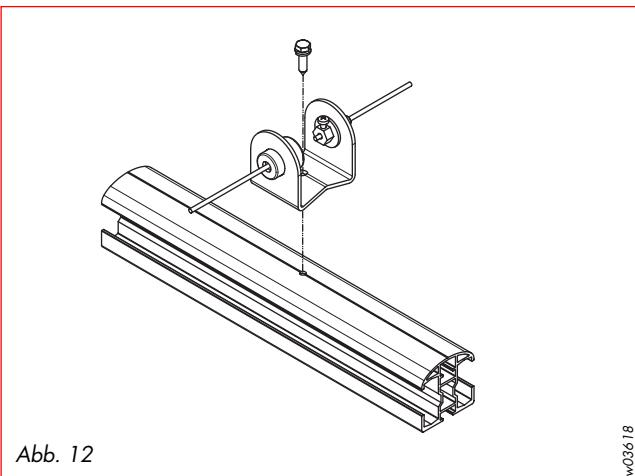

Abb. 12
- Seilhalter-Mittellage mit Schraube DIN 7976 6,3 x 19 und Unterlegscheibe an Führungsschiene befestigen (Abb. 12).